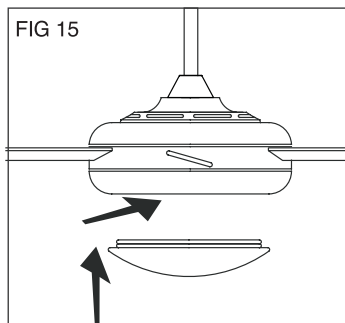

FIG 15
15. (FIG 15) Poussez la vitre vers le haut et tournez-la pour l'installer. Utilisez le commutateur de marche arrière pour faire tourner le ventilateur dans le sens inverse.
15. (FIG 15) Empurre o vidro para cima e gire-o para instalá-lo. Use o interruptor inverso (marcha ré) para girar o ventilador na direção contrária.